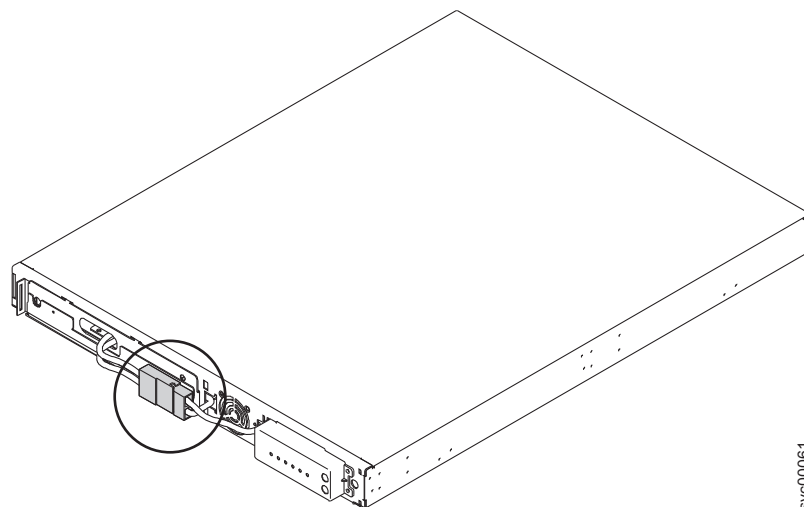

図 15. 2145 UPS-1U の内部バッテリー・コネクタ
5. 内部バッテリー・コネクタ (図 15 に示す) を接続します。ガイド・キー付きのコネクタのそれぞれの端部には 2 本のワイヤーがあります。1 本は赤 (+) でもう 1 本は黒 (-) です。赤いワイヤー同士と黒いワイヤー同士が接続されるように位置を合わせてください。